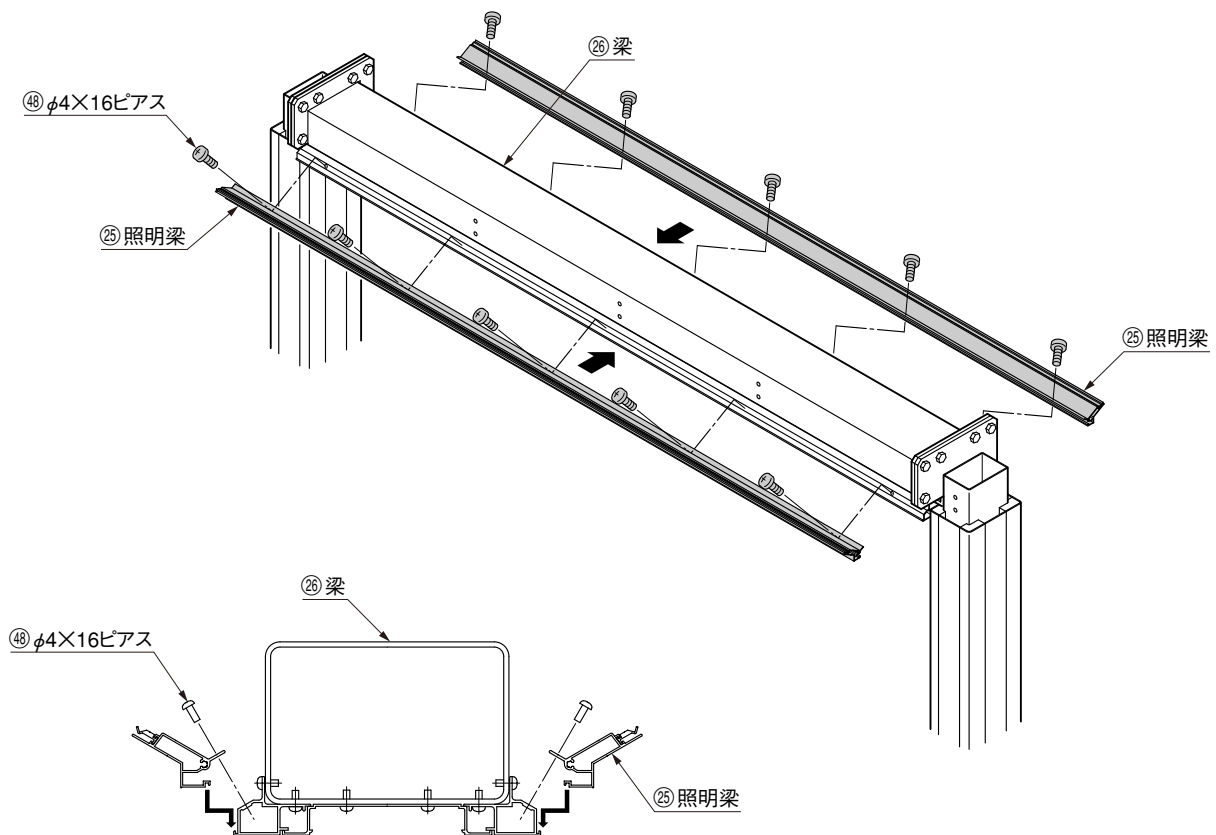

図4-1
❶ 照明梁を梁下部に取付いている部材に差込み、φ4×16ピアスネジで固定してください。(図4-1参照)